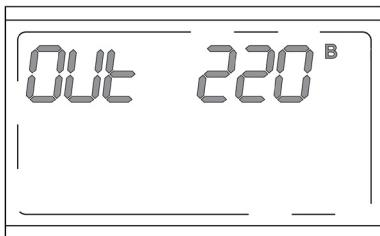

Рисунок 19. ЖК-дисплей в режиме настройки выходного напряжения
- Дождаться щелчка (3 секунды после перевода автоматического выключателя «Байпас» в положение ON («1»)) и двойным быстрым нажатием кнопки перевести ЖК-дисплей в режим настройки выходного напряжения (**рисунок 19**).